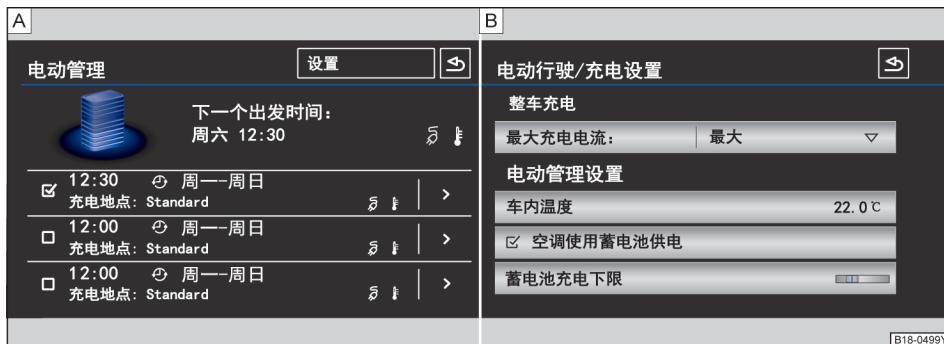

图 131 信息娱乐系统屏幕：充电设置
- 通过信息娱乐系统 **CAR** - 电动管理，进行延迟充电的相关设置→图 131 A→第 33 页。